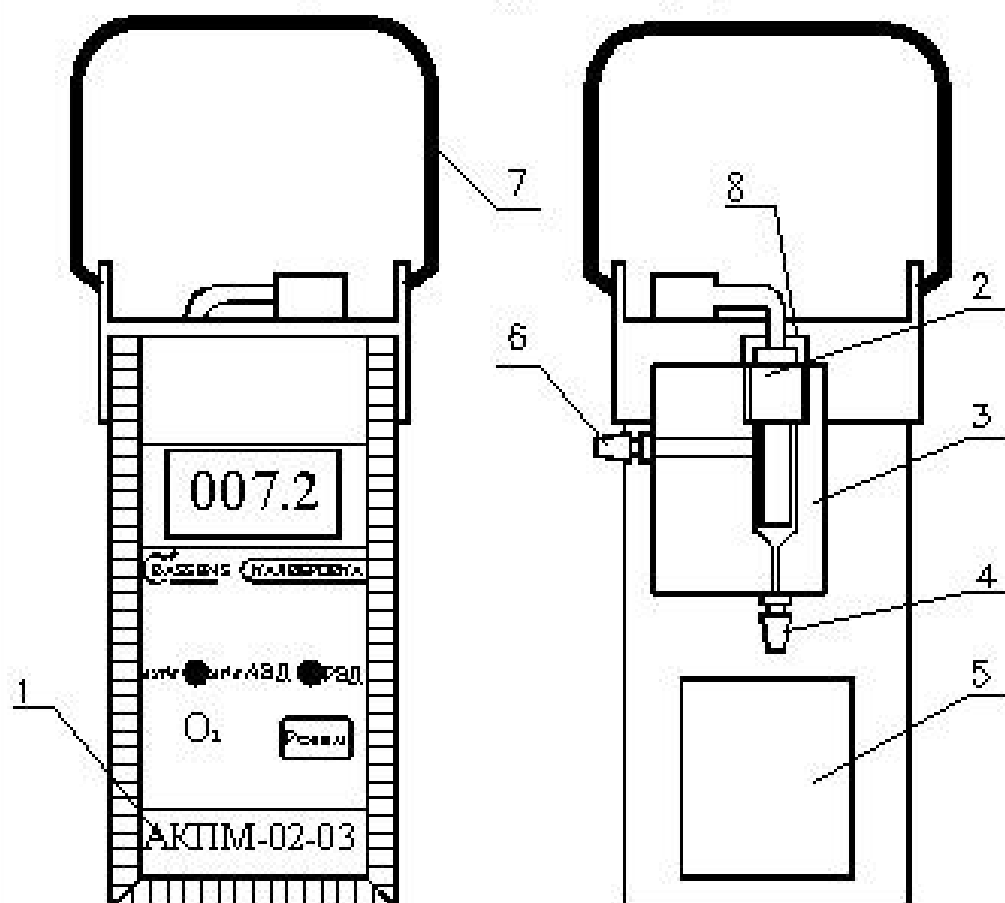

Рис. 1.
12.2.2. Медленно вставить амперометрический сенсор в измерительную камеру 3 (см. рис. 1).
12.4.1. Открутить гайку 8, осторожно достать сенсор из измерительной камеры 3 (см. рис. 1) и выполнить п. 12.1.2.